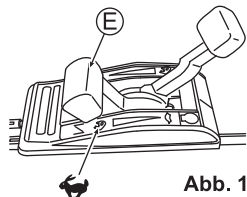

Abb. 16
2. Stellen Sie den Gashebel (E) auf "STOP", um mit dem Mähen zu beginnen. (Siehe Abb. 16)